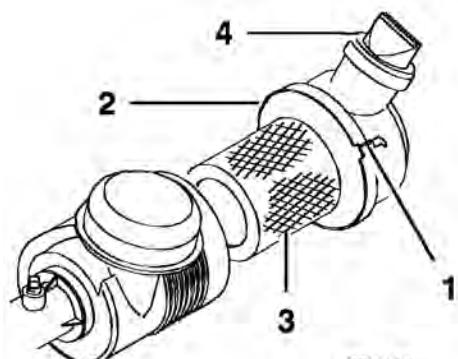

図 37
エアクリーナ本体にリーク原因となる傷がないか点検してください。本体とカバーがしっかりと密着しているのを確認してください。破損したボディーは交換してください。また、使用ごとにバルブ(図 37)をひねって、ゴミを落としてください。フィルタの定期整備間隔は100運転時間です。
3. ストラップをゆるめてカバーとボディー(図 37)を分離する。
7. ストラップを固定する(図 37)。
4. カバーを取り付け、バルブを下にしてストラップで固定する(図 37)。